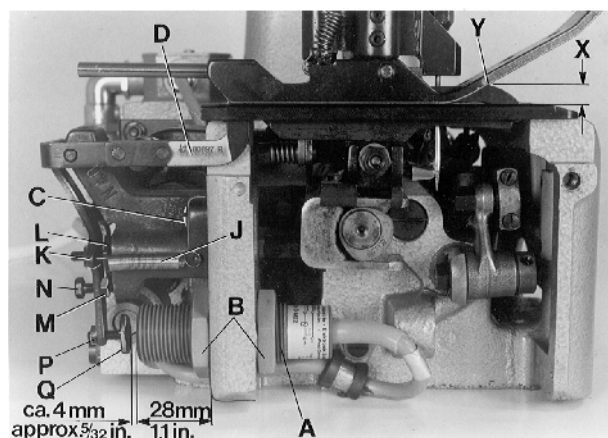
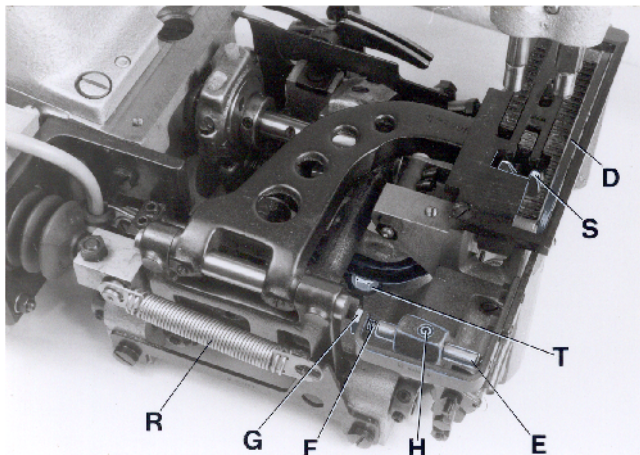

Fig. 14
Fig. 15
Remove cloth plate and left end cover. Mount the electronic proximity switch (A, Fig. 14) to the dimension of 28 mm (1.1"), as shown in Fig. 14.
The feeler (D, Figs. 14 and 15) is adjusted initially with the two fastening screws (C, Fig. 14) for the feeler support bracket.
The feeler (D, Figs. 14 and 15) should not have any lateral play but should turn readily. For this, adjust the centering shaft (E, Fig. 15) with centering screw (F) and lock nut (G) accordingly.
Loosen screw (H, Fig. 15) and center the feeler (D) in the throat plate and presser foot slot, by moving the centering shaft (E) laterally. The feeler must turn readily. Retighten screw (H).
Hang in tension spring (J, Fig. 14).
The feeler should be set as high as possible. The dimension (X, Fig. 14) between upper throat plate surface and upper edge of feeler at the bag entrance zone, should not be less than 7 mm (.270") on styles 80800R, RL, S and SL, and not less than 7.5 mm (.295") on styles 80800TL, TAL, U, UA, UL and UAL.
For adjustment loosen nut (K, Fig. 14) and turn-off screw (L), so that the head of screw does not contact the magnet in the feeler support bracket. Loosen nut (M) and turn the feeler stop screw (N) in or out, as required, to adjust the correct feeler height.
NOTE: When the presser foot rests on the throat plate (feed dog below throat plate), the distance between upper edge of feeler and lower edge of the feeler slot cut-out in the presser foot (see Y, Fig. 14) should be approx. 1 mm (.040") on styles 80800R, RL, S and SL, and approx. 2 mm (.080") on styles 80800TL, TAL, U, UA, UL and UAL.
Secure the set feeler height with lock nut (M, Fig. 14).
Entfernen Sie die Stoffplatte und das linke Abschlußblech. Montieren Sie den elektronischen Annäherungsschalter (A, Fig. 14), wie in Fig. 14 gezeigt, auf das Maß 28 mm.
Mit den beiden Befestigungsschrauben (C, Fig. 14) für den Taster-Lagerbock wird der Taster (D, Fig. 15 und 15) vorläufig ausgerichtet.
Der Taster (D, Fig. 15 und 15) darf kein seitliches Spiel haben, muß sich aber ganz leicht drehen. Stellen Sie dazu die Zentrierachse (E, Fig. 15) mit dem Zentrierstift (F) und die Zentrierachse (E, Fig. 15) mit dem Zentrierstift (F) und der Kontermutter (G) entsprechend ein.
Lösen Sie die Schraube (H, Fig. 15) und vermitteln Sie den Taster (D) durch seitliches Verschieben der Zentrierachse (E) im Stichplatten- und Drückerfußschlitz. Der Taster muß sich frei bewegen können. Ziehen Sie die Schraube (H) wieder an.
Hängen Sie die Zugfeder (J, Fig. 14) ein.
Der Taster soll so hoch wie möglich eingestellt sein. Das Maß (X, Fig. 14) zwischen Stichplattenoberfläche und Tasteroberkante in der Sackeinlaufzone darf bei den Maschinen 80800R, RL, S und SL nicht kleiner als 7 mm und bei den Maschinen 80800TL, TAL, U, UA, UL und UAL nicht kleiner als 7,5 mm sein.
Zur Einstellung lösen Sie die Mutter (K, Fig. 14) und drehen die Schraube (L) soweit zurück, daß der Schraubenkopf den Magneten im Taster-Lagerbock nicht berühren kann. Lösen Sie die Mutter (M) und drehen Sie die Taster-Anschlagschraube (N) entsprechend ein oder aus bis die richtige Tasterhöhe erreicht ist.
BEACHTEN SIE: Wenn der Drückerfuß auf der Stichplatte aufliegt (Transporteur unter der Stichplatte), soll zwischen Oberkante Taster und Unterkante Tasteraussparung im Drückerfuß (siehe Y, Fig. 14) bei den Maschinen 80800R, RL, S und SL ein Abstand von etwa 1 mm und bei den Maschinen 80800 TL, TAL, U, UA und UAL ein Abstand von etwa 2 mm sein.
Sichern Sie die eingestellte Tasterhöhe durch Kontern der Mutter (M, Fig. 14).
The switching pressure on the feeler is set with screw (K, Fig. 14).
NOTE: The closer the head of screw (K, Fig. 14) to the magnet the higher the switching pressure on the feeler. Secure the position of screw (K) with lock nut (L).
The electrical switching point of the proximity switch (A, Fig. 14) is determined by screw (Q, Fig. 14). The distance between screw head and the face of the proximity switch is approx. 4 mm (5/32") (see Fig. 14), when the feeler is in home position. This distance of 4 mm (5/32") is not exactly the same for all switches. Connect the machine electrically. With feeler in home position set the proper switching point as follows:
Loosen nut (P, Fig. 14). Turn screw (Q) away from switch, until the switch switches on. Then turn screw (Q) slowly towards the switch, until the switch switches off. Now turn screw (Q) a further 1/2 turn towards the switch. Secure this position of screw (Q) with lock nut (P).
When the solenoid on styles 80800R and S or the air cylinder on styles 80800RL and SL for the chain cutter (S, Fig. 15) is not activated and the chain cutter is in its home position below the throat plate, the knife tips of the chain cutter (S) should be positioned 0.5 mm (.020") below the throat plate top surface.
To obtain this setting, adjust the knife lever stop screw with lock nut (T, Fig. 15) in the bottom of the bed casting accordingly. The slotted thread end of screw (T) is accessible from the bottom of the bed casting for adjustment.
In cutting position, above the throat plate, the cutting edges of the chain cutter (S, Fig. 15) should overlap by 0.3 mm (.012") to assure a proper thread chain cutting.
On styles 80800R and S with solenoid operated chain cutter the core of solenoid (C, Fig. 16) must rest firmly on the solenoid (D) while adjusting the overlapping of the knife cutting edges of the chain cutter. Unhook pull-back spring (R, Fig. 15) and press the solenoid rod against the solenoid until the core of solenoid (C, Fig. 16) butts on the solenoid (D). Loosen nut (A, Fig. 16) and move clamp (B) on the magnet rod to the left or right, until the cutting edges overlap approx. 0.3 mm (.012"). Retighten nut (A) and replace pull-back spring (R, Fig. 15).
Der Schalldruck am Taster wird mit der Schraube (K, Fig. 14) eingestellt.
BEACHTEN SIE: Je näher der Schraubenkopf der Schraube (K, Fig. 14) am Magneten ist, umso höher ist der Schalldruck am Taster. Sichern Sie die Stellung der Schraube (K) durch Kontern der Mutter (L).
Mit der Schraube (Q, Fig. 14) wird der elektrische Schaltpunkt des Annäherungsschalters (A, Fig. 14) bestimmt. Der Abstand zwischen Schraubenkopf und Stirnfläche des Annäherungsschalters beträgt in Ruhestellung des Tasters etwa 4 mm (siehe Fig. 14). Dieser Abstand von 4 mm ist nicht bei allen Schaltern genau gleich. Schließen Sie die Maschine elektrisch an. Der genaue Schaltpunkt wird in Ruhestellung des Tasters wie folgt eingestellt: Lösen Sie die Mutter (P, Fig. 14). Drehen Sie die Schraube (Q) vom Schalter weg bis der Schalter einschaltet. Dann drehen Sie die Schraube (Q) langsam zum Schalter hin, bis der Schalter ausschaltet. Drehen Sie dann die Schraube (Q) noch 1/2 Umdrehung weiter zum Schalter hin. Sichern Sie die Stellung der Schraube (Q) durch Kontern der Mutter (P).
Wenn der Elektromagnet bei den Maschinen 80800R und S, oder der Luftzylinder bei den Maschinen 80800RL und SL für die Kettenschere (S, Fig. 15) nicht aktiviert ist und die Kettenschere in ihre Ausgangslage unter der Stichplatte ist, sollen die obersten Messerkanten der Kettenschere (S) etwa 0,5 mm unter der Stichplattenoberfläche stehen.